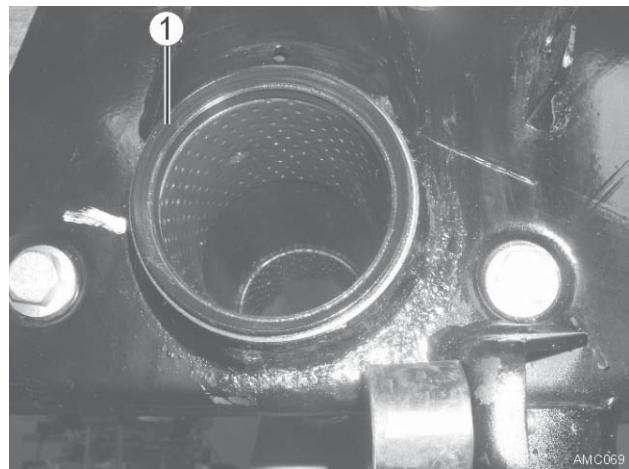

Bild 35
19. Dichtring (Bild 35 - 1) prüfen, ggf. wechseln.